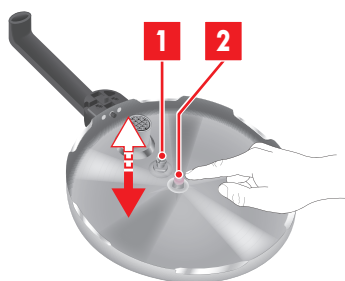

Fig. 8: Verificare le funzioni di sicurezza
1. Verificare il buon funzionamento della valvola di sicurezza (fig. 8/1) e dell'indicatore di pressione (fig. 8/2).